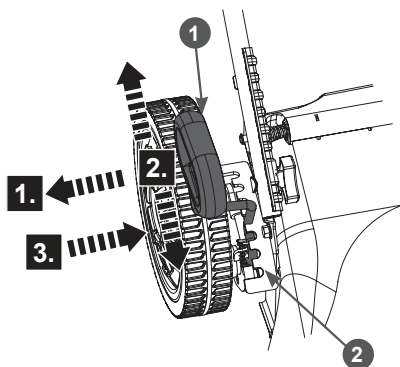

Рис.16. Регулировка высоты скашивания
- А) выведите рычаг 1 регулировки из зацепления с гребёнкой 2 (Рис. 16);
- Б) переместите рычаг в требуемое положение и снова введите в зацепление рычаг 1 и гребёнку 2 (Рис. 16). В соответствии с разделом ЗАПУСК ДВИГАТЕЛЯ запустите двигатель и прогрейте его. После прогрева двигателя включите привод хода, нажав рычаг включения хода, и начните работу.
3. При кошении высокой травы установите максимальную высоту скашивания рычагом регулировки (Рис. 16). Это снизит нагрузку на двигатель и предотвратит его перегрузку.